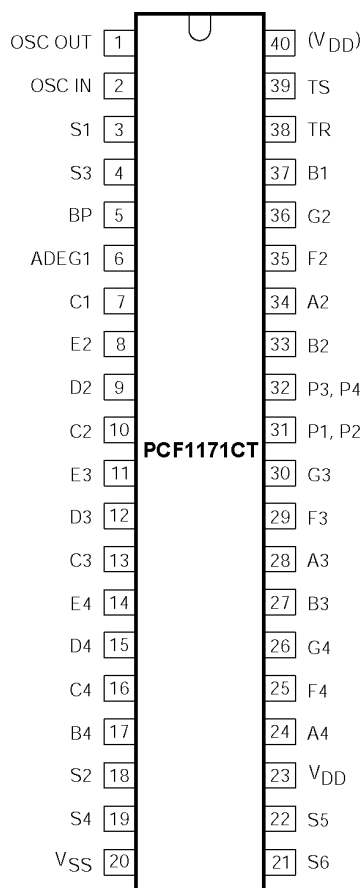

图1 管脚配置, PCF1171CT, (VSO40)
1. 见图 1 和“表面封装”一节, 可得到管脚的布线和封装信息。